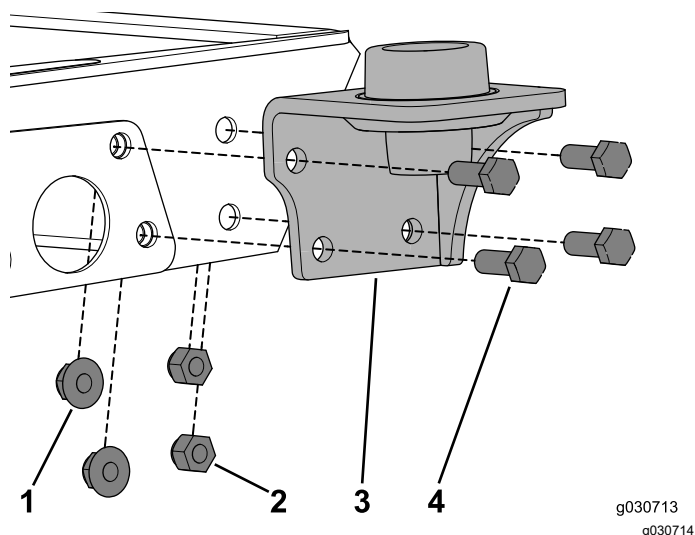

Figure 19
1. Retirez les fixations existantes et utilisez les 4 boulons ($\frac{3}{8}$ " x 1"), les 2 écrous à embase et les 2 contre-écrous pour fixer le support à la machine (Figure 19).